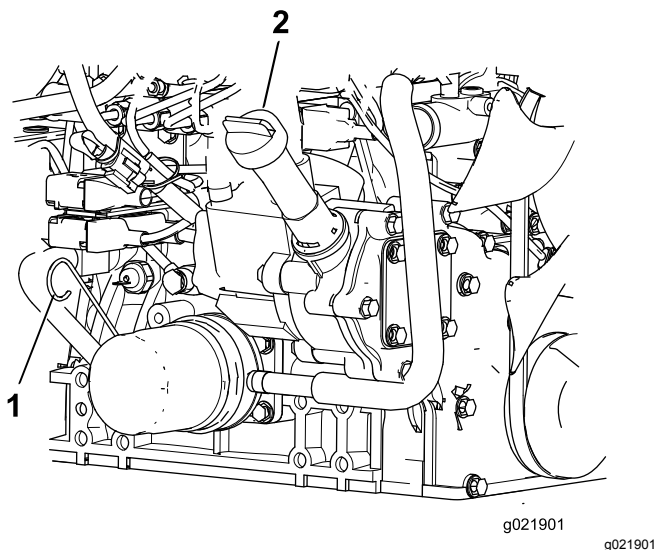

Рисунок 71
- Извлеките масломерный щуп, протрите его, вставьте в трубку и снова извлеките. Уровень масла должен находиться между отметками FULL (Полный) и ADD (ДОБАВИТЬ) (Рисунок 71).
- Если уровень масла низкий, снимите крышку заливной горловины и добавляйте масло до тех пор, пока его уровень не будет находиться между отметками FULL (Полный) и ADD (ДОБАВИТЬ) (Рисунок 71).